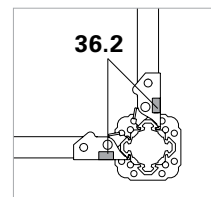

Fig. A9.03a
3. Empurrar o conector de mesa STV até ao prumo MULTIPROP e fazer uma ligação fixa apertando os parafusos. (Fig. A9.03a)